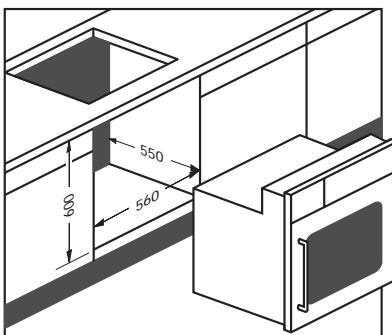

Abb. 6
**Pelgrim-Gaskochfeld** (siehe Abb. 6)